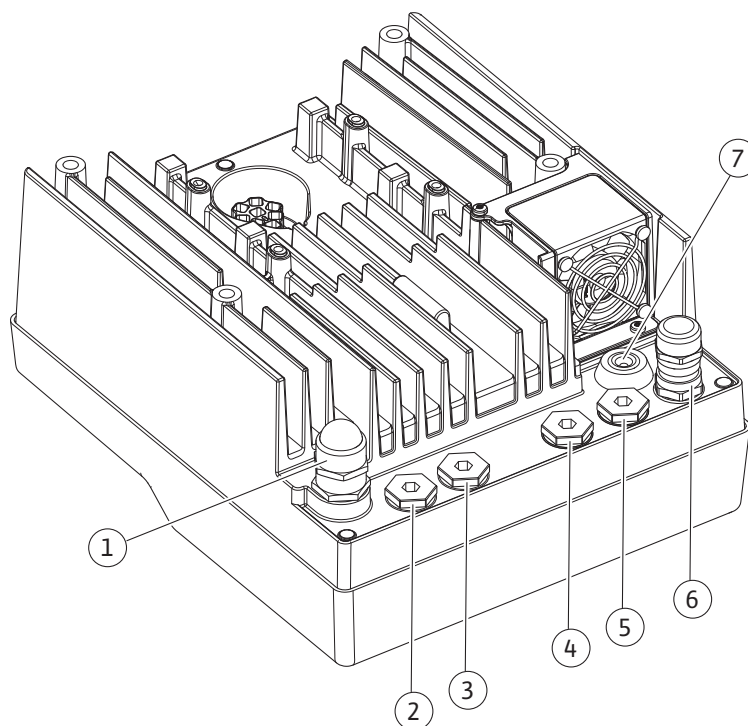

Fig. 10: Prensa-fios/ligações de cabos
- Módulo CIF para gestão técnica centralizada (comunicação de bus): A blindagem é ligada na passagem de cabos do módulo eletrónico (Fig. 10).
4. Passar o cabo de ligação através do prensa-fios M25 (Fig. 10, pos. 1). Apertar o prensa-fios com os torques indicados.